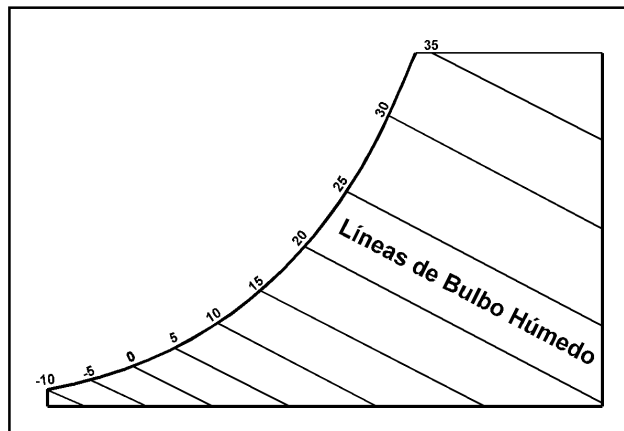
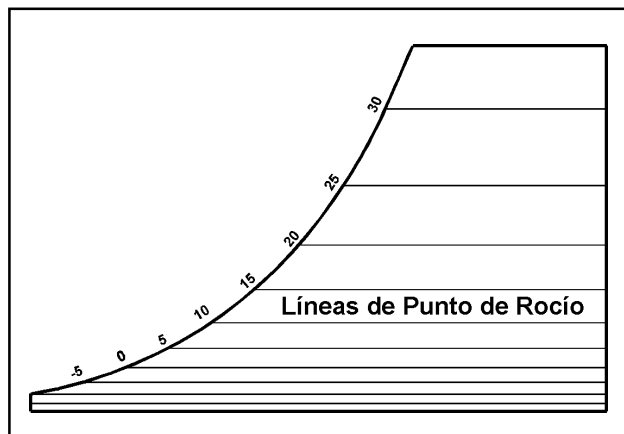

Figura 13.13 - Líneas de temperatura de bulbo húmedo  $^\circ\text{C}$ .
Figura 13.14 - Líneas de temperatura de punto de rocío  $^\circ\text{C}$ .
curva de la carta psicrométrica, como se muestra en la figura 13.13. Las líneas de temperatura de bulbo húmedo constantes o líneas de bulbo húmedo, corren diagonalmente de izquierda a derecha y de arriba hacia abajo, en un ángulo de aproximadamente  $30^\circ$  de la horizontal. También se les dice constantes, porque todos los puntos a lo largo de una de estas líneas, están a la misma temperatura de bulbo húmedo.
**3. Temperatura de Punto de Rocío.-** Es otra propiedad de aire incluida en una carta psicrométrica. Esta es la temperatura a la cual se condensará la humedad sobre una superficie. La escala para las temperaturas de punto de rocío es idéntica que la escala para las temperaturas de bulbo húmedo; es decir, es la misma escala para ambas propiedades. Sin embargo, las líneas de la temperatura de punto de rocío, corren horizontalmente de izquierda a derecha, como se ilustra en la figura 13.14, no en forma diagonal como las de bulbo húmedo (ver figura 13.13).